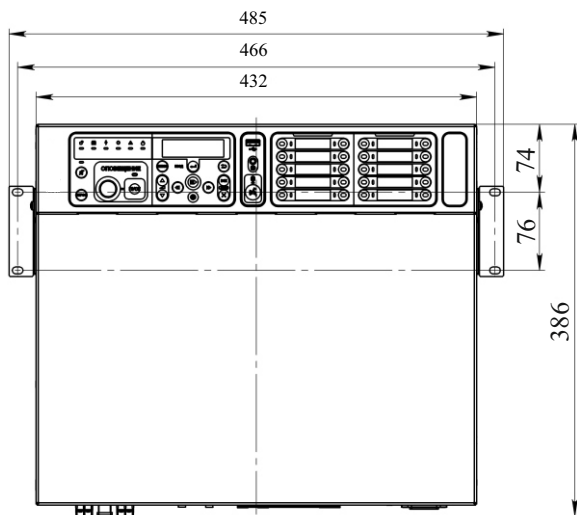

Рисунок 9 – Установка прибора настенного исполнения
- в) наметить четыре места крепления на стене в соответствии с расположением отверстий уголков монтажных (рисунок 9);